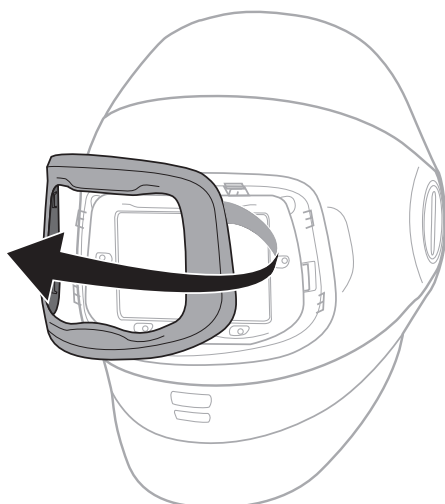

Fig. 21a
- En tenant le masque de soudeur face à soi, saisir le cadre argenté à droite et le tirer pour le dégager du masque de soudeur. Le cadre se dégagera (Fig. 21a).